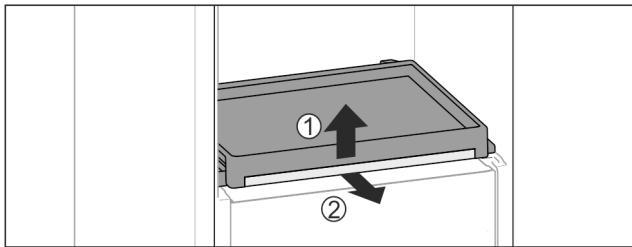

Fig. 60
- Витягніть витяжну панель зі скляною полицею: Підніміть трохи скляну полицю спереду Fig. 60 (1) та витягніть вперед Fig. 60 (2).